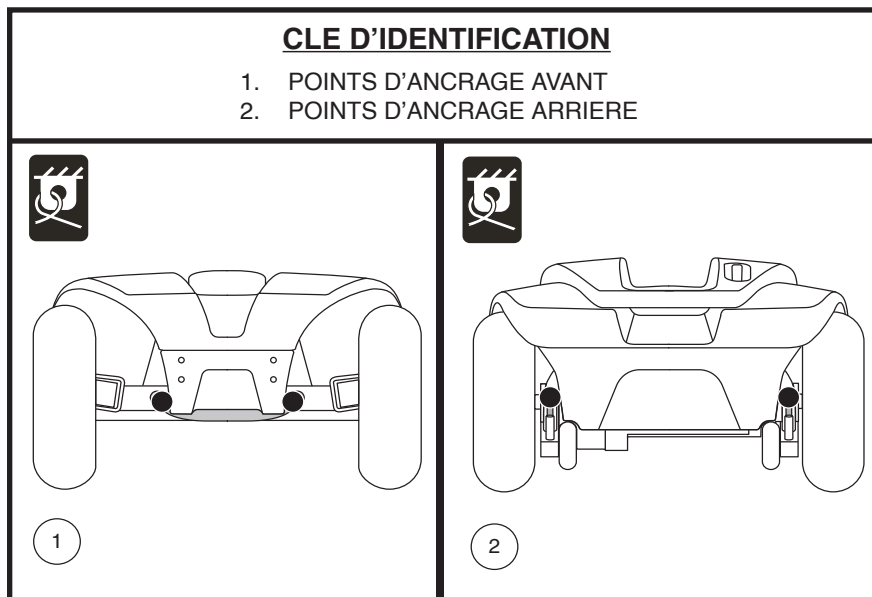

Figure 5. Points d'ancrage (indentiés avec des points noirs)
Le scooter doit toujours être ancrés face à l'avant du véhicule. Fixez les quatre (4) courroies aux points d'ancrage désignés sur le scooter. **Voir la figure 5.** Serrez-bien les courroies pour retirer le jeu excessif. N'attachez jamais le scooter par ses composantes réglables ou mobiles tels que les accoudoirs, capots ou roues. Ces articles devraient être enlevés. Positionnez les points d'ancrage arrière des courroies directement derrière le scooter. Les points d'ancrage avant sont disposés plus loin de chaque coté du scooter afin d'augmenter la stabilité latérale.